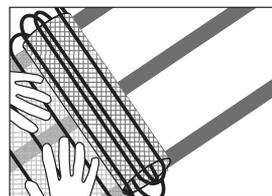

Рис. 26
- Уложите нагревательный мат на обогреваемую площадь, следуя схеме укладки (рис. 26). При укладке прижмите нагревательный мат в области клеящих лент. Проверьте, прочно ли нагревательный мат приклеился. Выведите питающие кабели нагревательного мата к месту расположения терморегулятора через подготовленную в стене канавку.